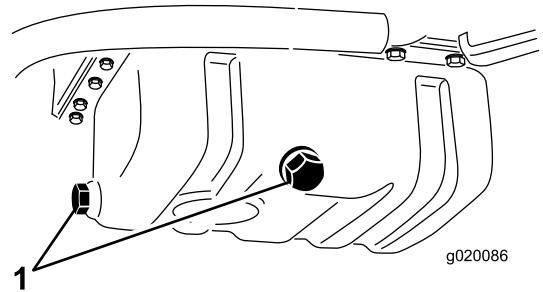

Bild 55
1. Entfernen Sie eine der Ablassschrauben (Bild 55) und lassen Sie das Öl in die Auffangwanne ab. Schrauben Sie die Ablassschraube wieder ein, nachdem das Öl abgelassen ist.